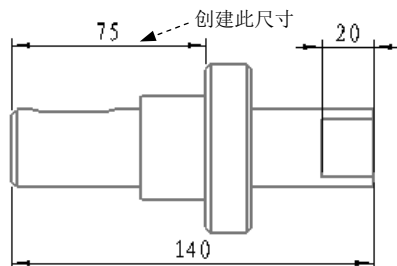

图 5.2.72 显示尺寸（三）
Step8. 不退出“选择参考”对话框,在主视图中创建图 5.2.72 所示的尺寸。